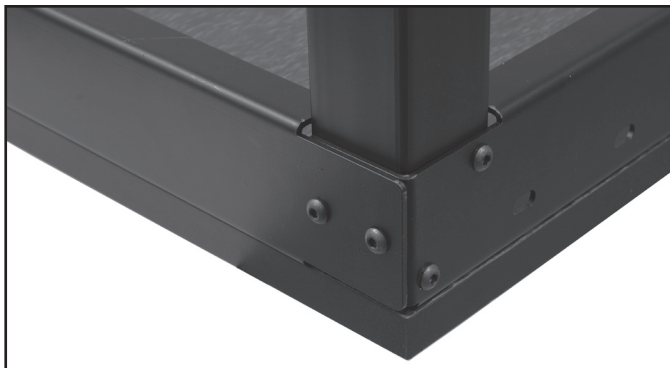

FIG. 3
4. La patte entièrement montée est illustrée dans la fig. 3.